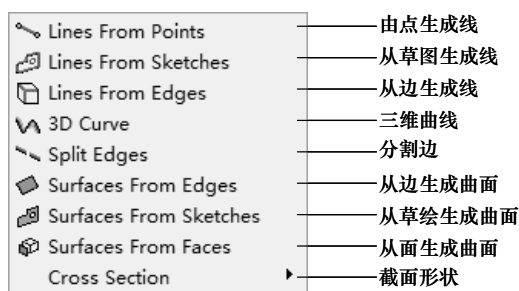

图 2-4 【Concept】菜单
(3) 【Concept】菜单 【Concept】菜单中包括对线体和面操作的一系列命令，包括线体的生成与面的生成等，如图 2-4 所示。